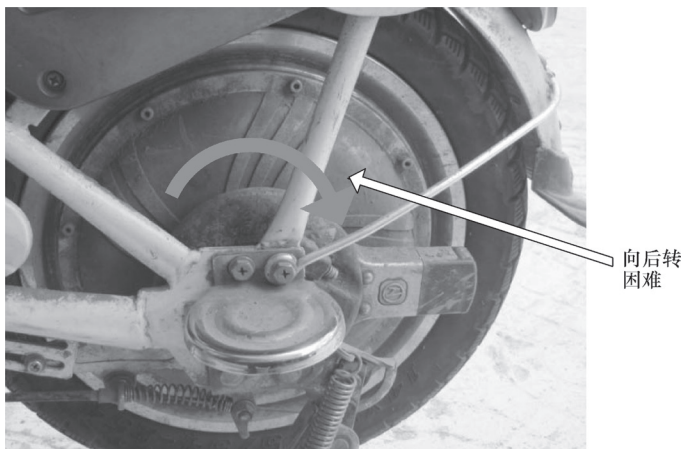

图 7-47 后轮向后转困难
1) 先支起电动自行车主支架，将后轮向后转动困难，如图 7-47 所示，向前转动较为轻松，表明磁钢脱落。拆下轮毂，发现一块磁钢脱落。